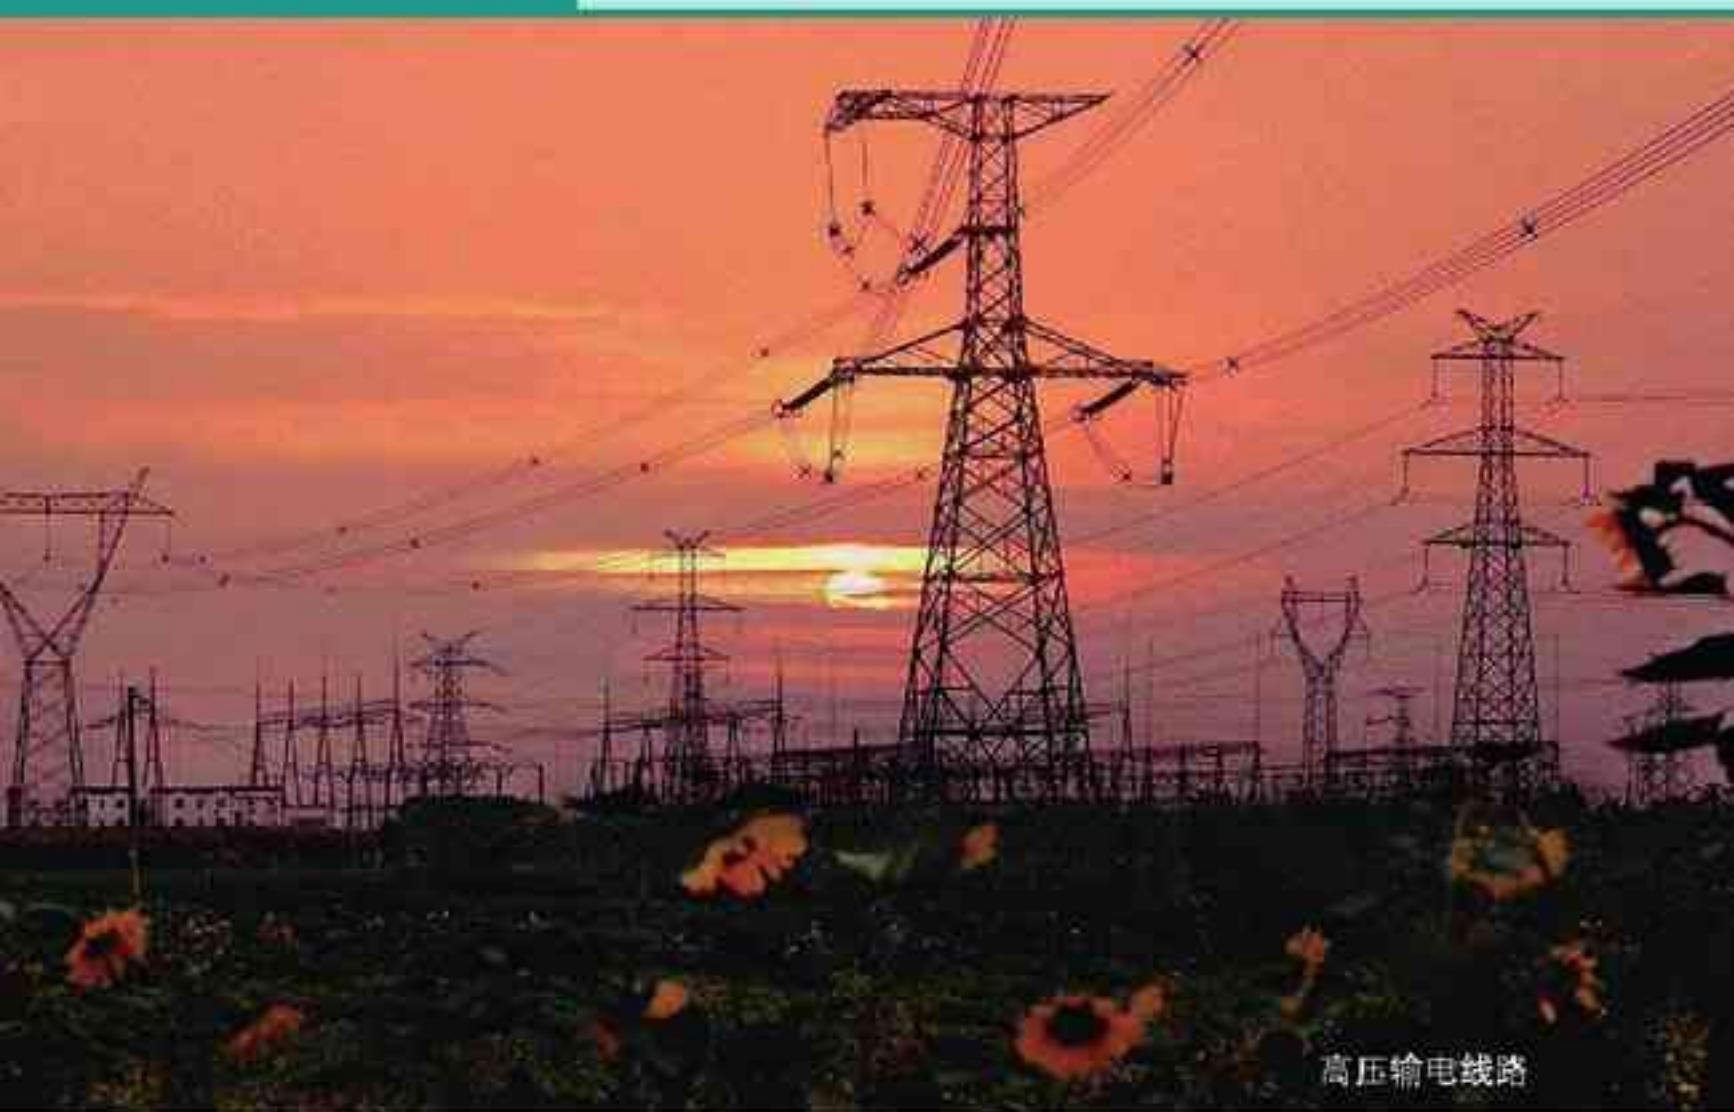

图4.7-14 金属圆环受到和磁铁运动方向相同的驱动力
5. 如图4.7-14，水平放置的绝缘桌面上有一个金属圆环，圆心的正上方有一个竖直的条形磁铁。请通过分析形成以下结论：把条形磁铁向水平方向移动时，金属圆环将受到水平方向运动的驱动力。该驱动力的方向跟条形磁铁运动的方向相同。